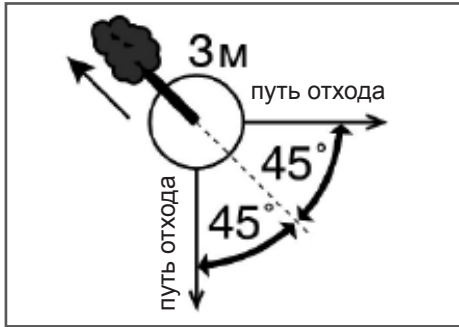

Рис. 15 Определение путей отхода
5. Обязательно определите путь отхода. Путь отхода (Рис. 15) должен быть направлен по диагонали в сторону, противоположную направлению падения, под углом 45 градусов, и вы должны отойти минимум на 3 метра от ствола, на тот случай, если во время падения комель дерева отскочит в сторону. Зона безопасности вокруг оси дерева должна быть не менее  $2\frac{1}{2}$  высоты дерева.